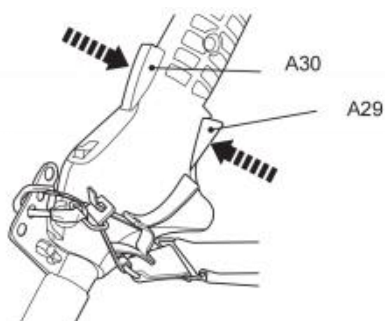

Fig. 39
10. Knijp de gashendelvergrendeling (A30) en de gashendeltrekker (A29) in om het product te bedienen (Fig. 39).